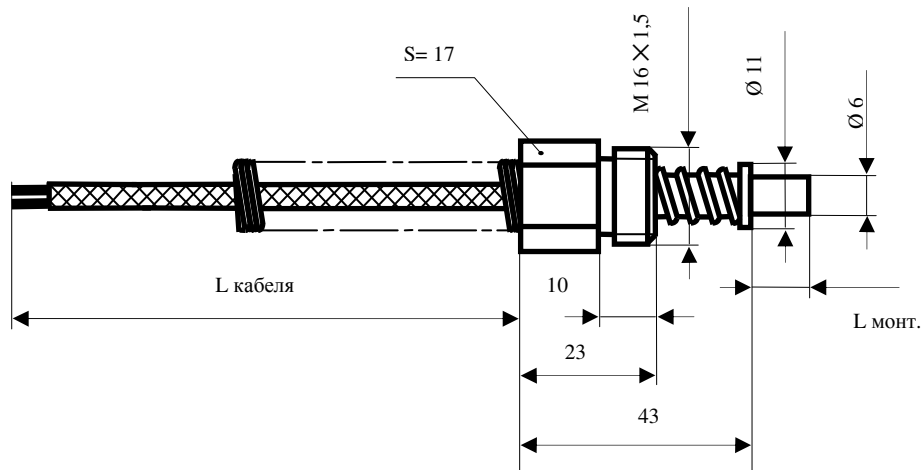

Рисунок 1. Термоэлектрические преобразователи ТЖК 003 моделей 1 и 7
- Внешний вид преобразователей и их основные размеры представлены на рис. 1–6.